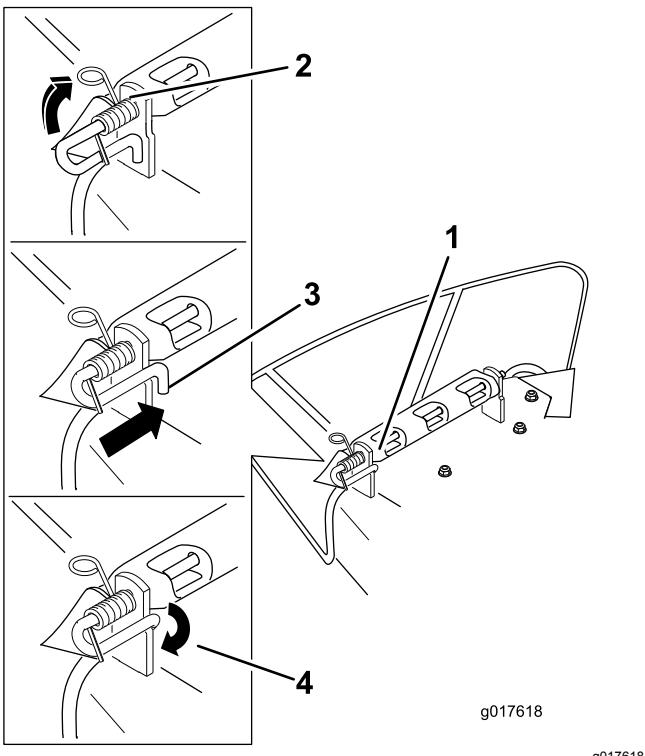

Figure 68
3. Positionnez le nouveau déflecteur d'éjection en plaçant les extrémités du support entre les supports soudés du tablier, comme illustré à la Figure 68.
6. Soulevez le côté avec la boucle du ressort et placez-le dans le cran du support de déflecteur (Figure 68).
- 7. Fixez l'ensemble tige et ressort en le tournant de sorte à pouvoir placer l'extrémité courte de la tige derrière le support avant soudé au tablier de coupe (Figure 68).